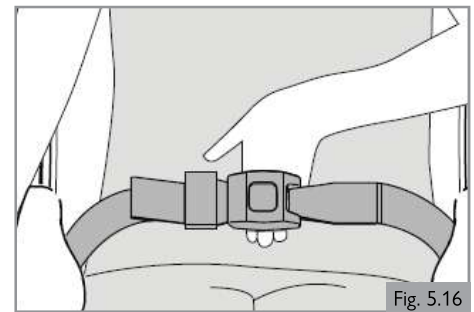

Fig. 5.16
1. Ajuste el cinturón de dos puntos de manera que se ajuste, y no deje un espacio mayor que la anchura de la mano para que quede cómodo y seguro. (Fig. 5.16).